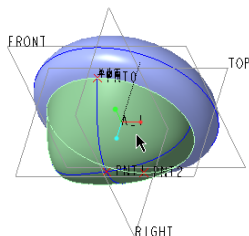

图 13-121 选择所需的曲面
- 5 选取一组曲面，如图 13-121 所示，以将曲线投影到其上。